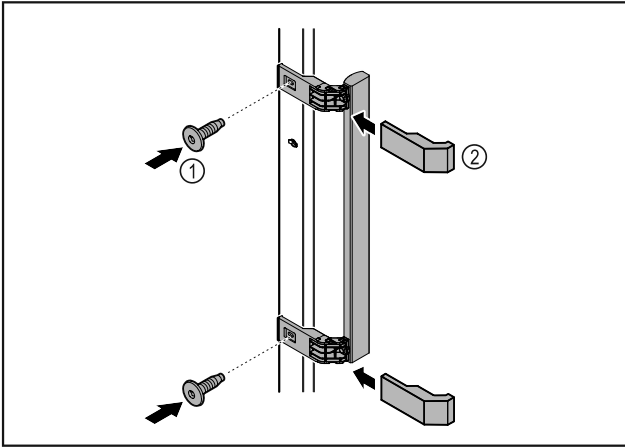

Fig. 9
- ▶ 用随附的螺钉 Fig. 9 (1) 将附件包中的把手安装到门上。
- ▶ 安放盖板 Fig. 9 (2)。